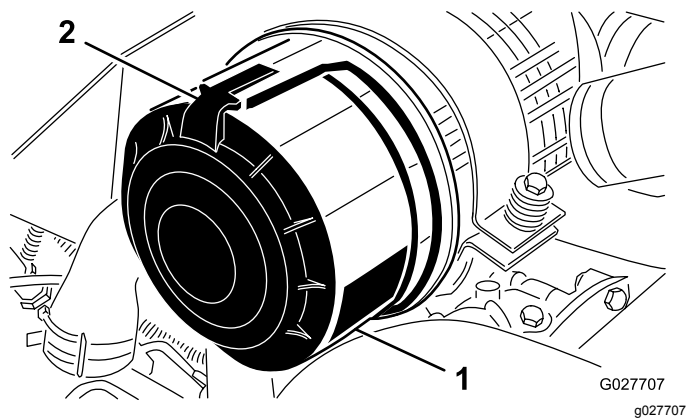

Figura 61
1. Rilasciate i dispositivi di fermo che fissano il coperchio del filtro dell'aria al corpo del filtro (Figura 61).